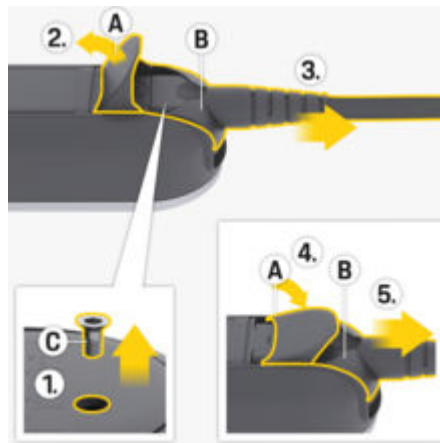

Рис. 157 Отсоединение сетевого кабеля
1. Выкрутите винт **С** (Рис. 157) с помощью подходящего инструмента.
2. Полностью откройте крышку **А** (Рис. 157).
3. Вытяните штекер **В** (Рис. 157) до первого сопротивления.
4. Закройте крышку **А** (Рис. 157) прим. до 15 градусов (крышка должна опираться на штекер **В** (Рис. 157)).
5. Полностью извлеките штекер **В** (Рис. 157).